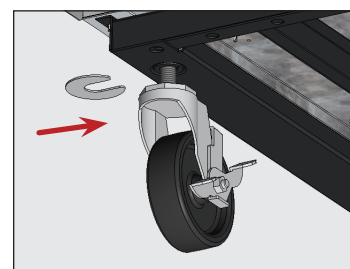

Fig. 9. Insérez la/les cale(s) de roulette. Veillez à serrer la tige de la roulette.
Fig. 9. Si des roulettes ou des pieds de nivellement sont utilisés, faites pivoter l'appareil sur le patin pour l'installation. Lorsque vous déplacez l'appareil, n'utilisez pas les comptoirs, les portes, les tiroirs ou les grilles comme point de levage.
5. À l'extrémité inférieure de l'appareil, desserrez suffisamment la roulette à trou de boulon pour coulisser les cales de roulette fournies entre le roulement de la roulette et le rail inférieur de l'appareil. Voir fig. 9.
6. Posez le nombre de cales souhaité. Voir fig. 9.